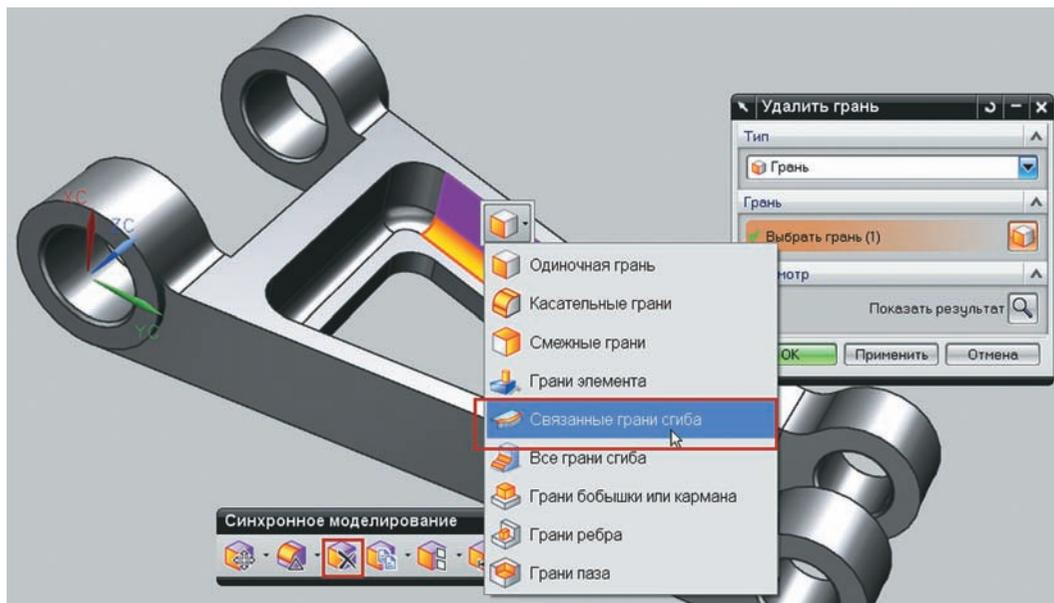

Рисунок 6.10. Удаление граней
- Вызовите из инструментальной панели **СТ** команду **Удалить грань (Delete Face)** и укажите одну из граней скругления внутри кармана, и открыв появившуюся кнопку задания правила выбора, укажите пункт **Связанные грани сгиба (Connected Blend Faces)** (рис. 6.10).